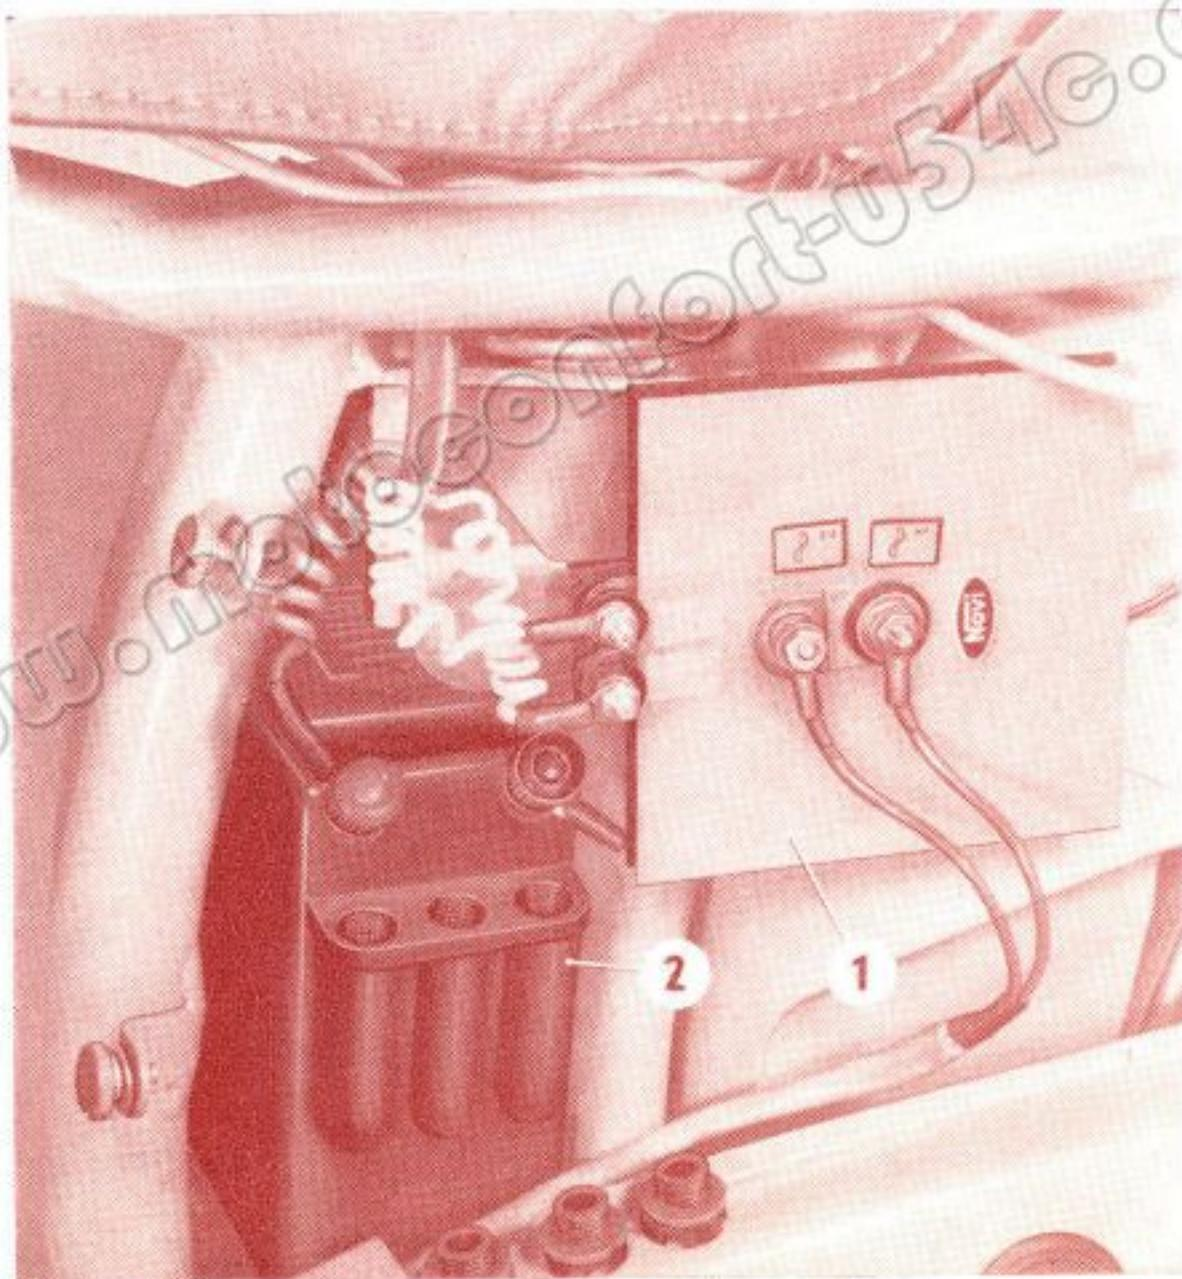

FIG. 4
**U 23** - L'ensemble de l'éclairage de ce modèle est fourni par la batterie (N° 2, fig. 4) dont la recharge est assurée par une cellule redresseuse
double (N° 1, fig. 4). Cette cellule redresse soit par une seule alternance en position "O" et ville le courant passant par la régulatrice (4,2), soit les deux alternances sur les positions route. Dans ce dernier cas, le courant maximum de charge est de 6 ampères. L'inverseur (9) du guidon permet d'avoir, avec le commutateur (10), les positions suivantes :
Vérifier souvent le niveau surtout en été, il doit affleurer les 3 orifices de remplissage (N° 2, fig. 4). S'il y a lieu, ajouter de l'eau distillée seulement (l'acide ne s'évaporant pas). Graisser les bornes, après les avoir nettoyées.